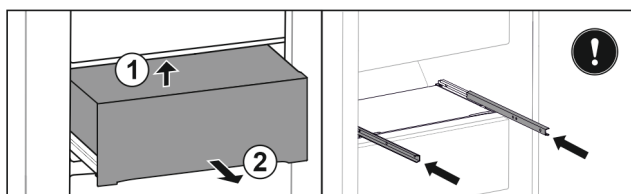

Fig. 99
- ▶ Unieść szufladę z tyłu od dołu. Fig. 99 (1)
- ▶ Wyjąć szufladę do przodu. Fig. 99 (2)